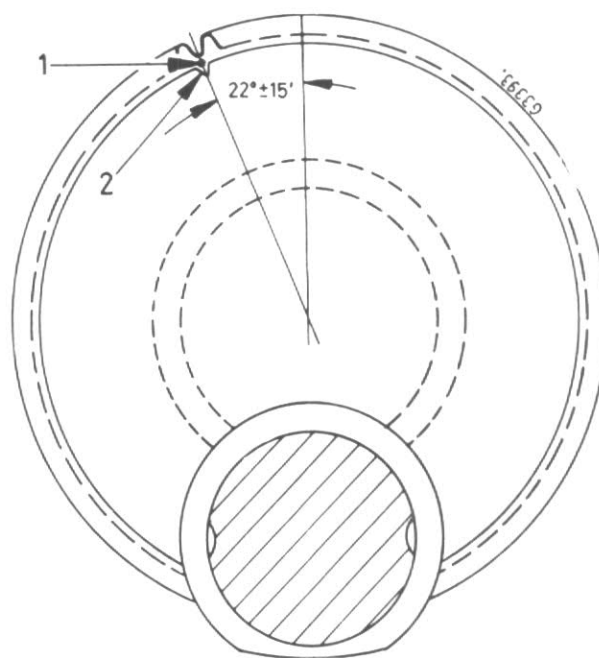

Figure 107
La couronne d'entraînement de l'équilibreur, fig. 107 est montée à chaud sur le vilebrequin.
Avant de retirer une couronne usée, assurez-vous que le vilebrequin est marqué d'une encoche (2) fig. 107. S'il n'y a pas d'encoche (2) sur le flasque du vilebrequin, faites un repère convenable.
Chauffez la couronne d'entraînement (voir "Caractéristiques"). Alignez le repère (1) sur l'encoche (2) du flasque de vilebrequin, figure 107.